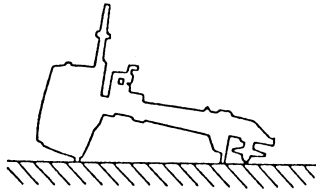

Abb. 26
- 3) Der Kipphebel muß nach oben zeigen.(Abb.26)